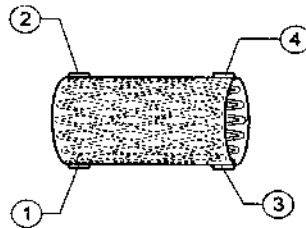

Figura -1- SICBI
El tubo ranurado está completamente cubierto por la prótesis (figura -1-).
- Haga avanzar el dispositivo de la endoprótesis hasta que las marcas radio-opacas proximales de la misma (1 y 2 de Figura -1-) alcancen el sitio elegido para anclar el extremo proximal.
- Reposicione la prótesis según las marcas radio-opacas de los extremos proximal (1 y 2) y distal (3 y 4) de figura -1-.